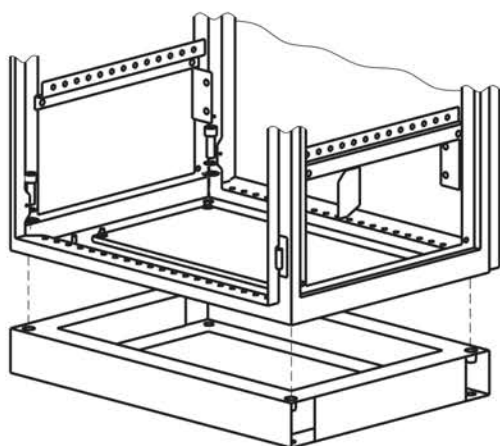

Рисунок 13
4.10.2 Закрепите корпус на цоколе четырьмя болтами М12×25 с шайбами (рисунок 13) момент затяжки – 5 Н·м.